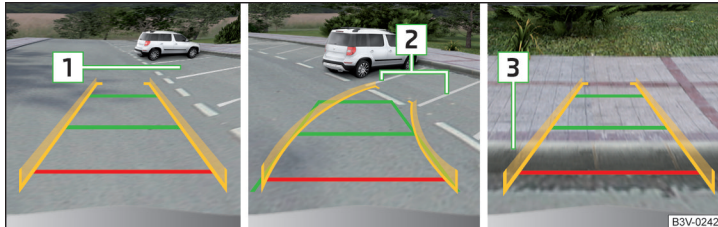

Abb. 264 Bildschirmanzeige
- An der ausgewählten Parklücke **[1]** » **Abb. 264** langsam vorbeifahren und das Fahrzeug anhalten.